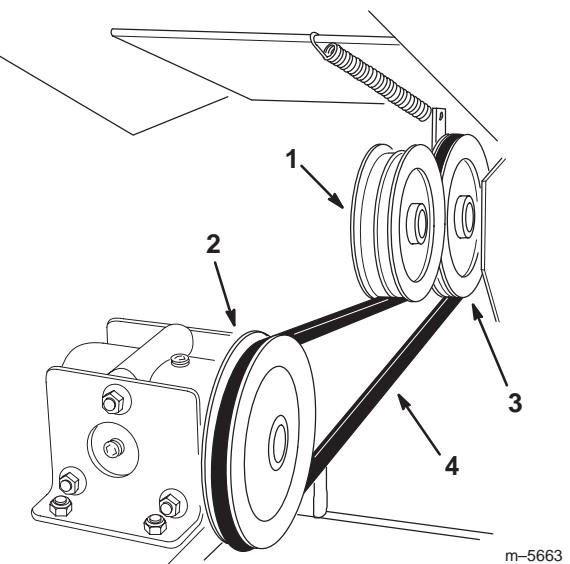

Bild 7
2. Heben Sie die Spannscheibe an und legen den Treibriemen um die Fahrantriebsausgangs- und die Getriebeantriebsscheibe (Bild 7).
3. Lassen Sie die Spannscheibe wieder los, damit sie auf den Treibriemen zurückspringen kann (Bild 7).